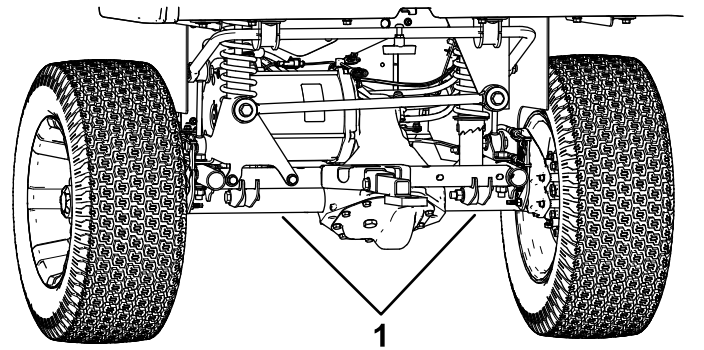

Figure 30
- Le point de levage arrière de la machine est situé sous les tubes d'essieu (Figure 30).